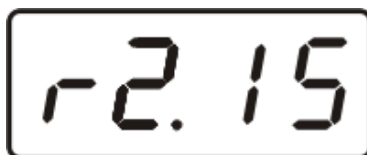

Рисунок 4.1 – Индикация версии внутреннего программного обеспечения
4.4 При включении газоанализатора на его экране индицируется версия внутреннего ПО, Рисунок 4.1 – Индикация версии внутреннего программного обеспечения.